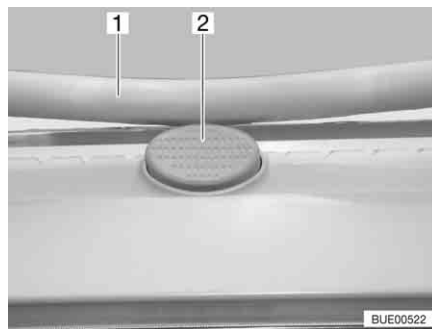

Fig. 65 Bottone di sicurezza sull'oblò Heki
- Premere il bottone di sicurezza (Fig. 65,2) e tirare verso il basso la staffa (Fig. 65,1) con entrambe le mani.
- Premere la staffa verso l'alto con ambedue le mani, finché la staffa non poggia al di sopra del bottone di sicurezza (Fig. 65,2).